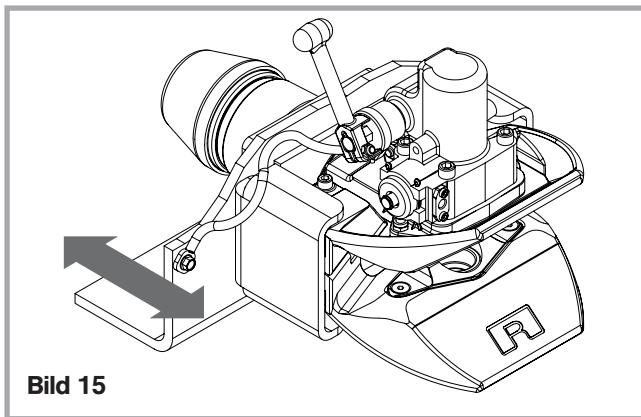

Bild 15
- I ej kopplat läge, tryck i körriktningen kraftigt mot automatikhuset (ej fångmunnen) (se bild 15). **Inget längsspel får påvisas.**